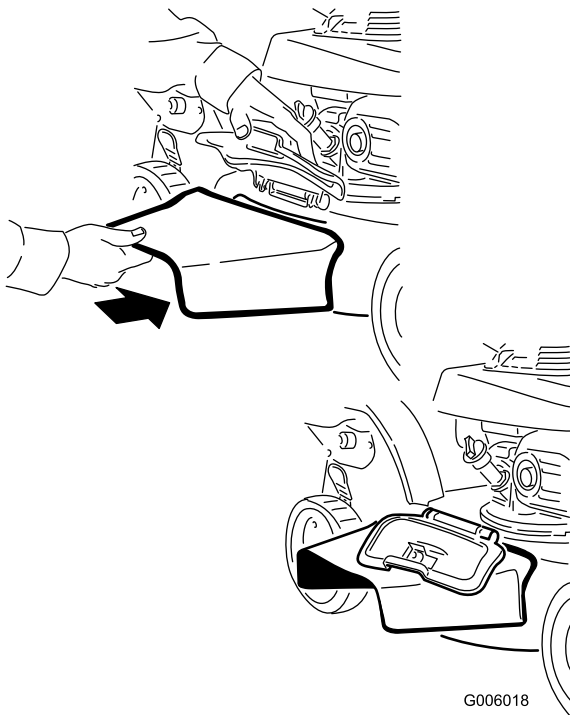

Bild 34
3. Setzen Sie den Seitenauswurfkanal ein und schließen Sie die Klappe auf dem Auswurfkanal (Bild 34).